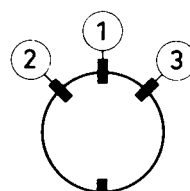

Fig. 4c
5. Keil ④ anbringen (siehe Abb. 4c oder 5c) und das Leimstück fest andrücken.